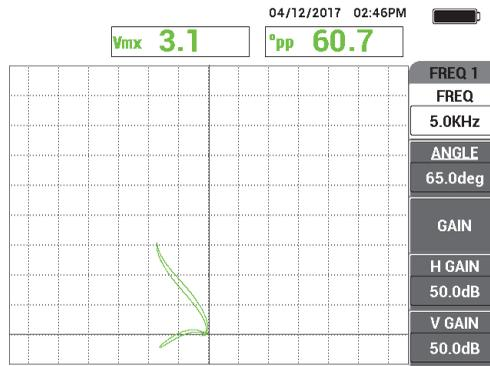

Figura 5-184 Escaneo de los dos surcos
3. Escanee lentamente el tubo hasta visualizar los defectos de diámetro interno del 10 % y del diámetro externo del 20 %. Cuando las señales provenientes de los surcos son visibles en la pantalla del NORTEC 600, pulse la tecla FREEZE (❄) [vea la Figura 5-184 en la página 280].